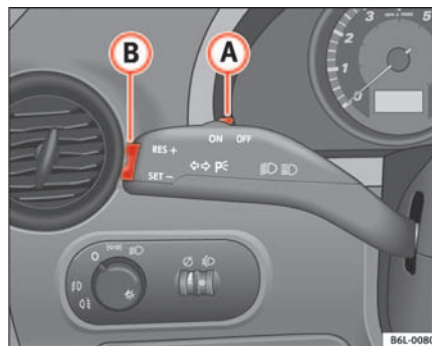

Fig. 98 Palanca de intermitentes y de luz de carretera: conmutador y tecla basculante para el regulador de velocidad
- Mueva el mando ⇒ fig. 98 **(A)** hacia la izquierda hasta la posición **ON**.